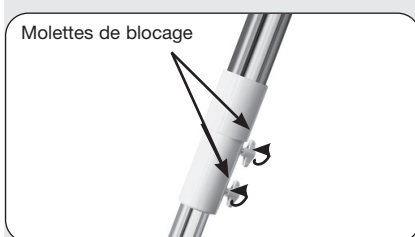

Fig. 11: Réglage du trépied en hauteur
11. Réglage de la hauteur du trépied: réglez la hauteur du trépied à votre convenance en desserrant les molettes papillons de blocage des jambes du trépied (Fig. 11). Étirez ou raccourcissez la section télescopique intérieure de chaque jambe à la longueur désirée. Resserez ensuite chaque molette. Préférez une hauteur qui rende l'observation plus confortable.